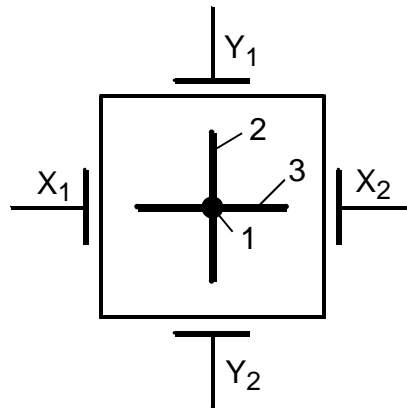

Рис. 3.2. Схематичное изображение отклоняющих пластин и примеры формирования изображения на экране ЭЛТ
1. Если к отклоняющим пластинам (ОП) не прикладывать напряжения, то электронный луч будет падать в центральную точку экрана 1 (на рис. 3.2).
2. Если подвести сигнал к Y -пластинам, например, синусоидальное напряжение, а вторую пару (X -пластины) оставить без потенциалов, то на экране будем видеть вертикальную линию 2, длина которой будет зависеть от величины приложенного напряжения (рис. 3.2).
3. Подадим синусоидальное напряжение к X -пластинам, а Y -пластины оставим свободными, без потенциалов. В этом случае на экране будет отображаться горизонтальная линия 3 (рис. 3.2). Длина линии определяется амплитудой сигнала.